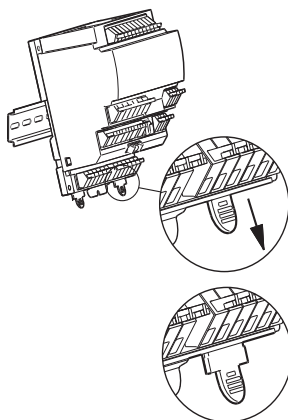

Fig. 9 Fästen för skenor
5. Dra loss fästena från skenan, se fig. 9. Därefter kan modulen lyftas från skenan.